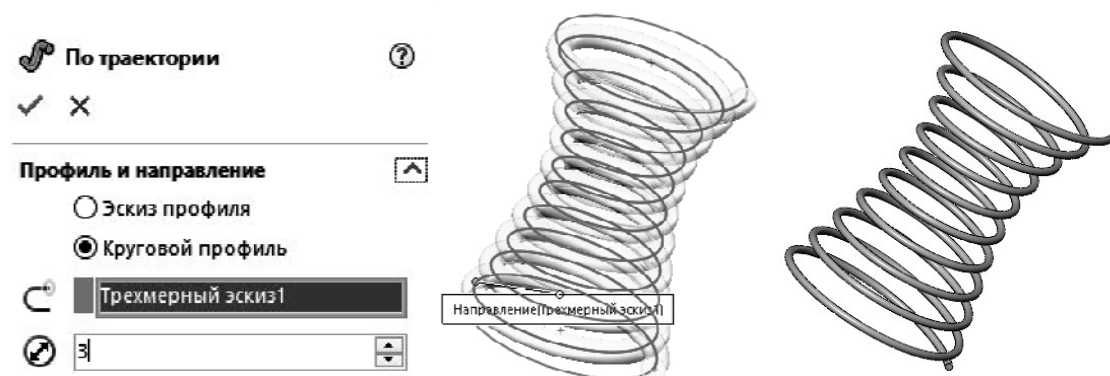

Рис. 8 Завершающие этапы создания пружины
– скрыть элемент по сечениям и поверхность по траектории. Сгенерировать эскиз профиля пружины: раздел «Элементы» / «Бобышка / основание по траектории» / обозначить критерии. Процесс формообразования пружины завершен (рис. 8) [2].